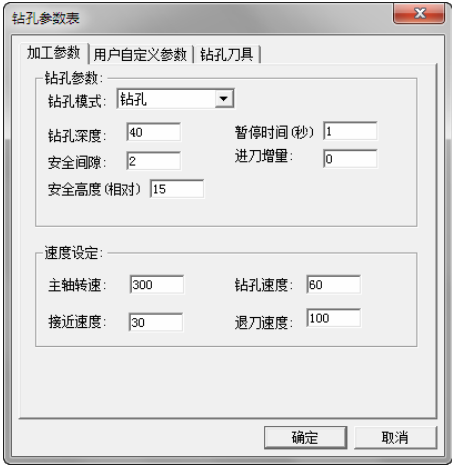

图 4-188 钻孔参数设定
1) 单击“加工参数”选项卡，设置具体参数，钻孔模式：钻孔；钻孔深度：40；暂停时间（秒）：1，其他参数如图 4-188 所示。